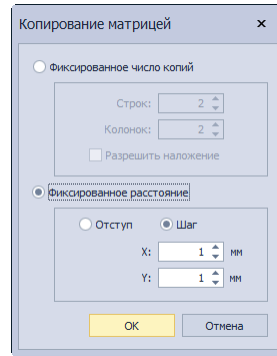

Рис. 379
- Фиксированное расстояние (см. Рис. 379) – выберите один из предложенных вариантов задания расстояния. Отступ – отступ между размещаемыми копиями объектов. Шаг – шаг, с которым объекты будут размещены. Введите расстояния по оси X и оси Y в мм для выбранного варианта. Число размещаемых копий не ограничено.